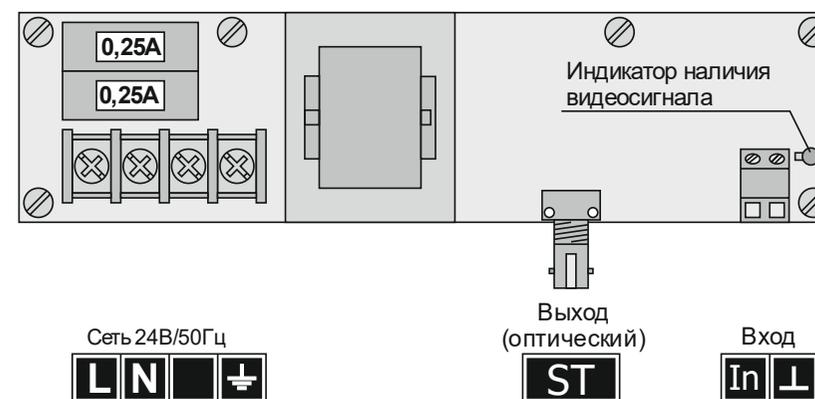

Рис.1. Расположение разъемов и индикаторов на SVP-21T/24.
3.2. Подключить к передающему и приемному устройствам волоконно-оптический кабель, кабель источника сигнала (например, ТВ камеры) и кабель приемного оборудования (видеомонитора) в соответствии с рис.1